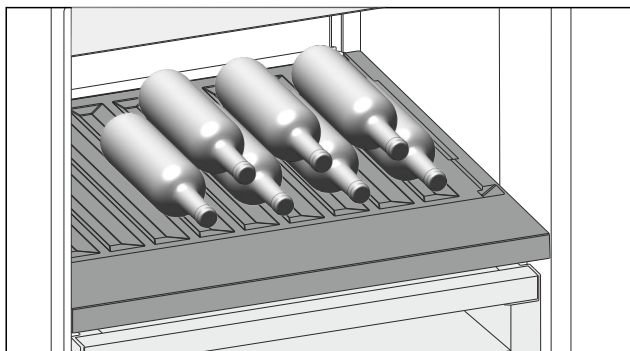

Fig. 140
- Flaschen mit dem Boden nach hinten zur Rückwand einlegen. (siehe Fig. 140)